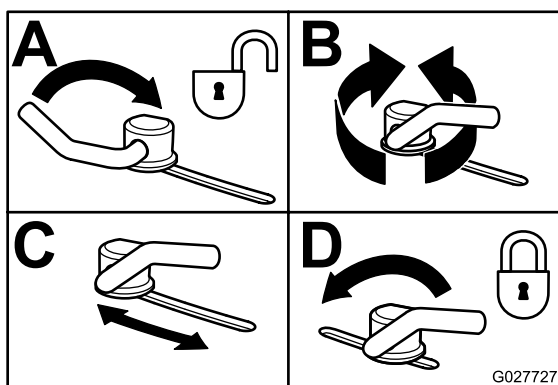

Figure 33
- Pour régler les verrous à came, soulevez le levier pour desserrer le verrou (Figure 33).
- Repoussez le levier à sa position d'origine pour serrer le déflecteur et les verrous (Figure 33).